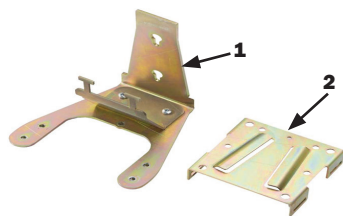

Рисунок 22
15.1 Установка муфты на опоре или стене здания выполняется с применением: «Кронштейн для подвески муфты МКО-С7» ГК-У909.06.001 (далее - кронштейн; заказывается отдельно). Кронштейн состоит из двух частей: основания (2) и ответной части (скобы) 1) рисунок 22.